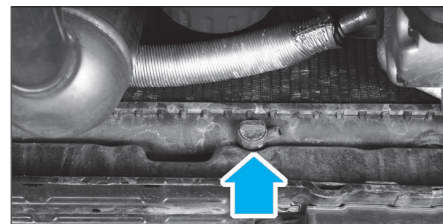

FIG. 40
- Desserrer la vis de vidange (Fig.40) du radiateur.